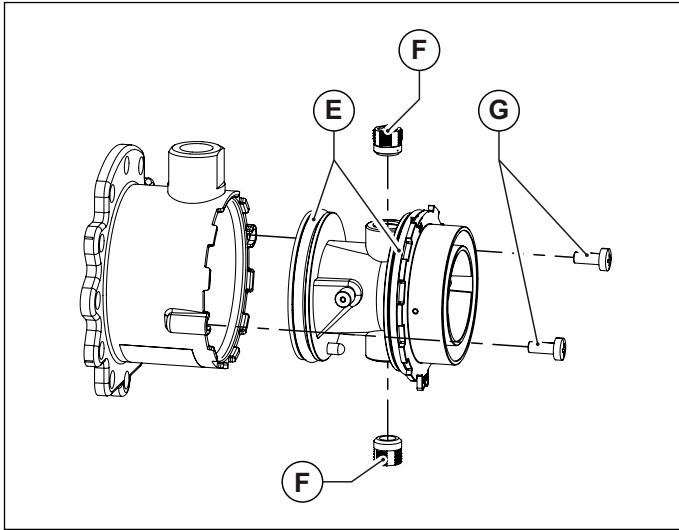
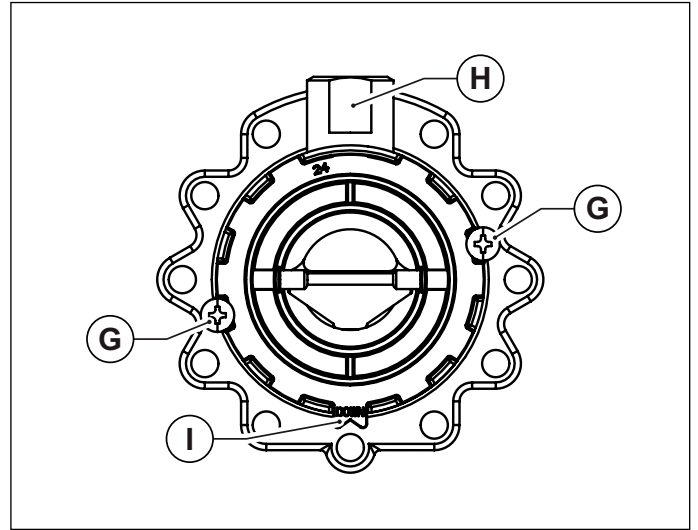

Fig. 34 Corpo in plastica del miscelatore
Fig. 35 Orientamento di montaggio
- Sfilare il corpo in plastica del miscelatore, svitando le due viti di fissaggio (vedi Fig. 34 Corpo in plastica del miscelatore).
- Svitare i due ugelli del miscelatore utilizzando una chiave a brugola da 6 mm (vedi Fig. 34 Corpo in plastica del miscelatore).
- Rimontare il corpo in plastica (Venturi) inserendolo nel miscelatore e avvitandolo con le viti di fissaggio, avendo cura di non danneggiare le guarnizioni o-ring che sono montate agli estremi del corpo in plastica (vedi Fig. 34 Corpo in plastica del miscelatore) e di rispettare l'orientamento di montaggio (vedi Fig. 35 Orientamento di montaggio).
- Montare il mixer riassembleato al ventilatore con le viti a brugola, avendo cura di riposizionare, fra mixer e ventilatore, l'o-ring di tenuta (vedi Fig. 34 Corpo in plastica del miscelatore).